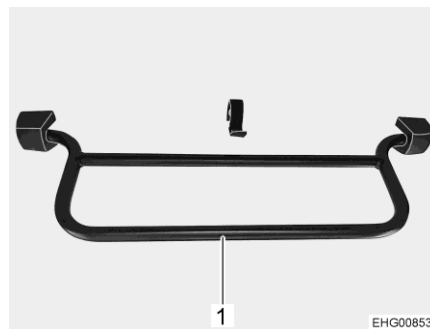

Bild 38 Bygel, uppfällbart tak, bak
- Dra ner det uppfällbara taket (Bild 38,1) med hjälp av bygeln.